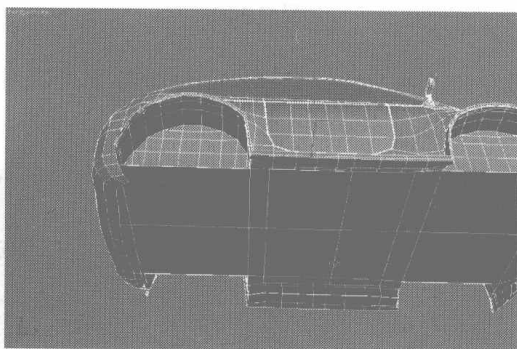

图 7.238
- 11** 选择车身模型，单击 **Attach** 命令，然后选择车底的面片，将两个模型进行合并，如图 7.238 所示。